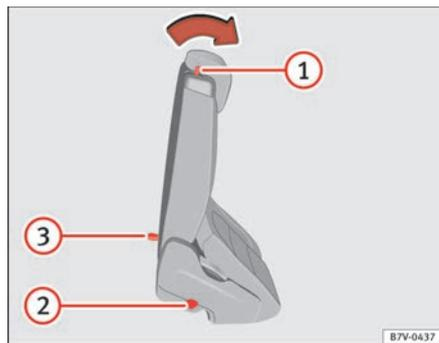

Abb. 87 Zweite Sitzreihe: Bedienungselemente der Einstiegshilfe.
- Hebel ⇒ Abb. 87 ① nach vorn drücken und Rücksitzlehne nach vorn klappen. Der komplette Rücksitz klappt nach vorn ⇒ ⚠ und kann in Längsrichtung noch weiter nach vorn geschoben werden.
- Der Rücksitz muss sicher eingerastet sein, damit die Schutzwirkung der Sicherheitsgurte auf den hinteren Sitzplätzen gewährleistet ist. Die rote Markierung ⇒ Abb. 87 ② darf nicht mehr sichtbar sein ⇒ ⚠ in „Rücksitze in Ladebodenposition klappen“ auf Seite 152.
Wenn der Hebel ⇒ Abb. 87 ① außer Funktion ist, z. B. nach einem Unfall, können die Sitze der zweiten Sitzreihe von der dritten Sitzreihe aus nach vorn geklappt werden, um den Ausstieg aus der dritten Sitzreihe zu erleichtern ⇒ ⚠.
- Schlaufe ⇒ Abb. 87 ③ nach hinten ziehen und Rücksitzlehne nach vorn klappen. Der komplette Rücksitz klappt nach vorn ⇒ ⚠.
- Eine rote Markierung an der Seite des Sitzes ⇒ Seite 144, Abb. 87  signalisiert eine nicht eingerastete Lehne. Die rote Markierung darf im eingerasteten Zustand nicht sichtbar sein.